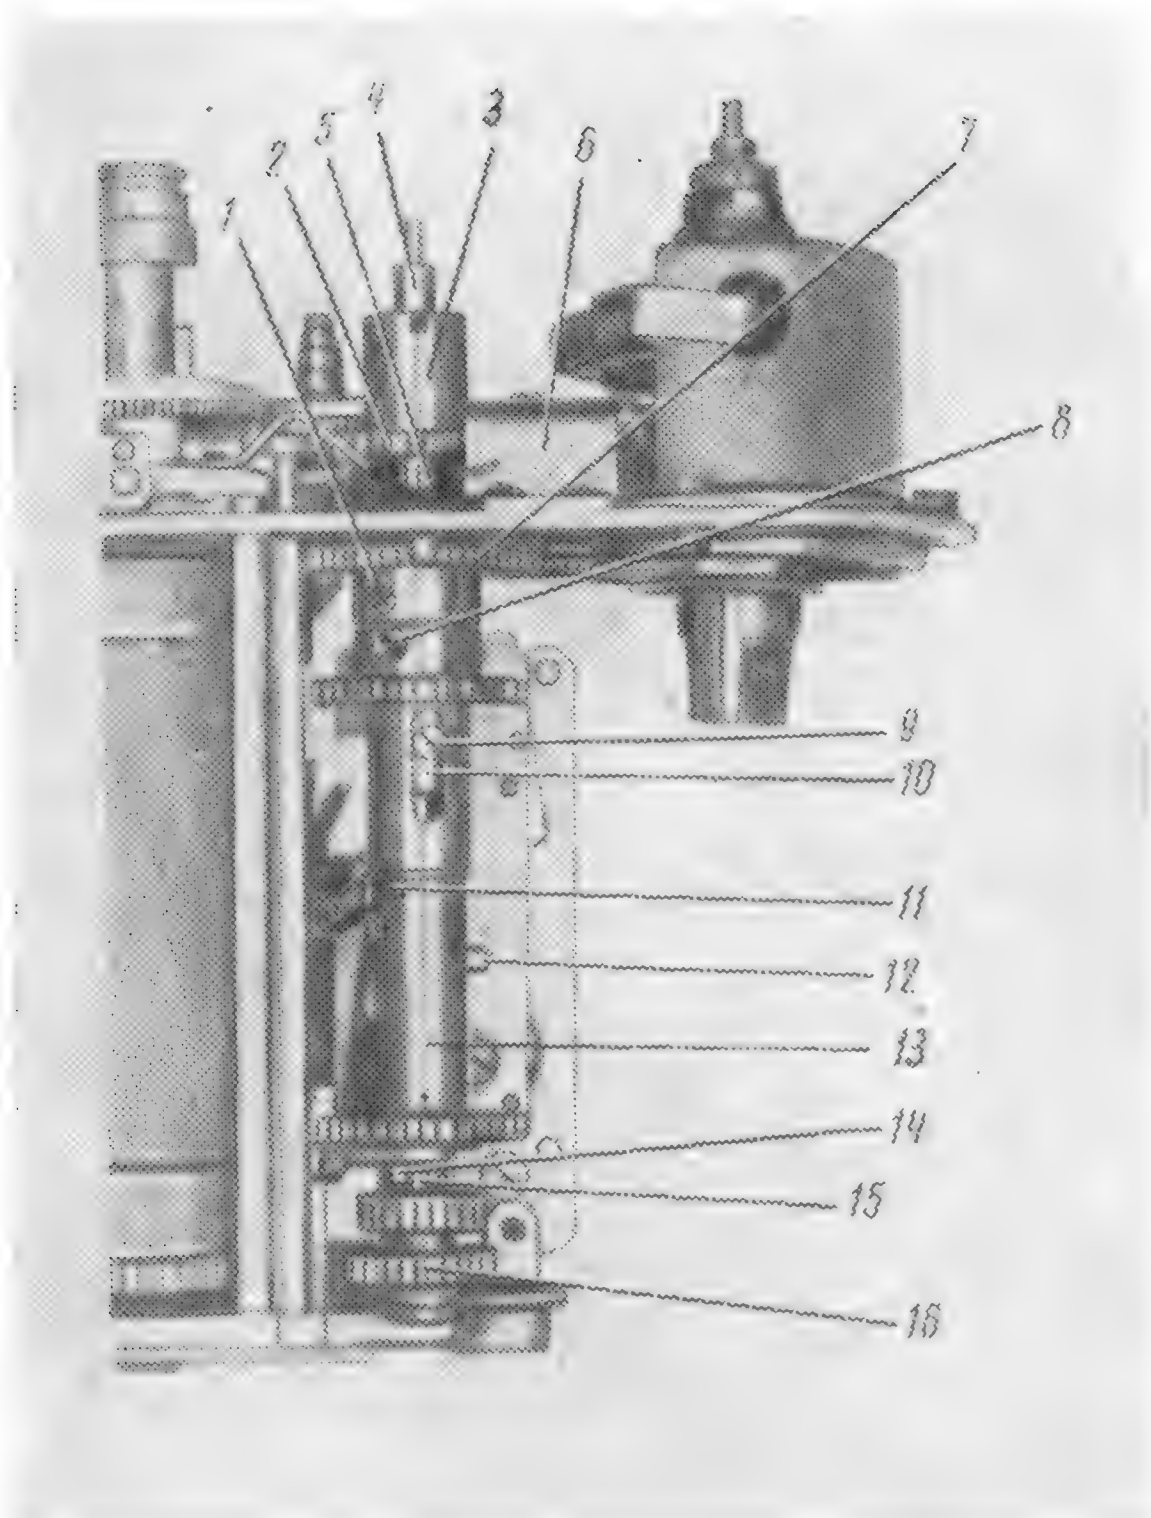

Рис. 37 Механизм выключения обратной перемотки пленки:
Муфта сцепления собрана внутри транспортирующего барабана 13 (рис. 37). Она состоит из двух втулок с выступами, которые сцепляются одна с другой. Втулка 5 завинчена в шестерню 7 и застопорена винтом 1. Эта втулка передает вращение от заводного механизма на втулку 10, которая установлена внутри транспортирующего барабана 13. Между дном транспортирующего барабана и втулкой 10 установлена сильная спиральная пружина, которая все время сдвигает втулку 10 вверх и прижимает ее к втулке 5, с которой они сцепляются своими выступами. От втулки 10 вращение передается на транспортирующий барабан 13 через винт 9. Чтобы отключить транспортирующий барабан во время обратной перемотки пленки, нужно нажать на кнопку-выключатель. При этом стержень 4 опускается вниз и через систему трубок (аналогичную по устройству с фотоаппаратом «Зенит-С») опускает вниз втулку 10. При этом втулки (5 и 10) разъединяются. При опускании втулка 10 отжимает книзу спусковую ось и опускает спусковую шестерню 16, и палец 15 разъединяется с пальцем 14. В таком положении транспортирующий барабан оказывается отсоединенным и от заводного и от спускового механизмов и свободно вращается, не препятствуя обратной перемотке пленки. Чтобы разобрать механизм выключения, следует сначала отвинтить два винта и снять угольник 6. Затем отвинчивают втулку 3, снимают шестерню 2, стержень 4 и находящиеся под ним две трубки.
1. *Винт 8 отвинтился и вышел из кольцевой канавки втулки с выступом 5* (см. рис. 37). Чтобы устранить неисправность, прижимают транспортирующий барабан в направлении к шестерне 7 и завинчивают до упора винт 8. В зазор между шестерней 7 и транспортирующим барабаном нужно ввести смазку.
Втулки 5 и 10 (см. рис. 37) не сцепляются, и за-твор не заводится. Существует несколько причин этой неисправности.